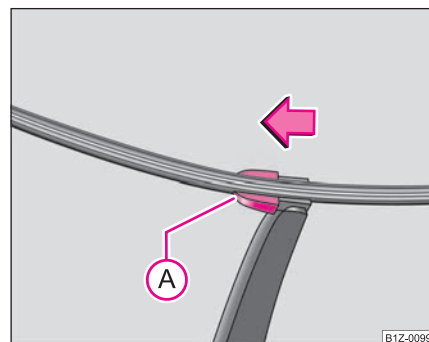

Fig. 57 Lamela ștergătorului de lunetă
- Ridicați brațul ștergătorului de pe lunetă și poziționați lamela astfel încât să formeze un unghi drept cu brațul ștergătorului ⇒ fig. 57. ►
- Cu cealaltă mână deblocați siguranța (A) în sensul săgeții și scoateți lamela.